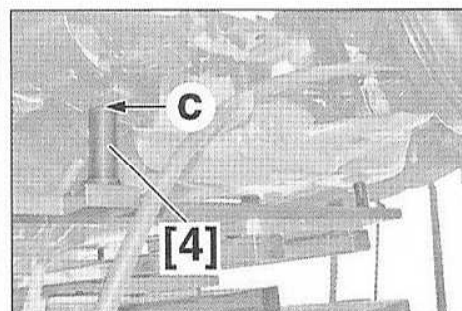

FIG.72
- Lever l'outil [5] et engager les outils [4] sous l'essieu en (c) (Fig.72).